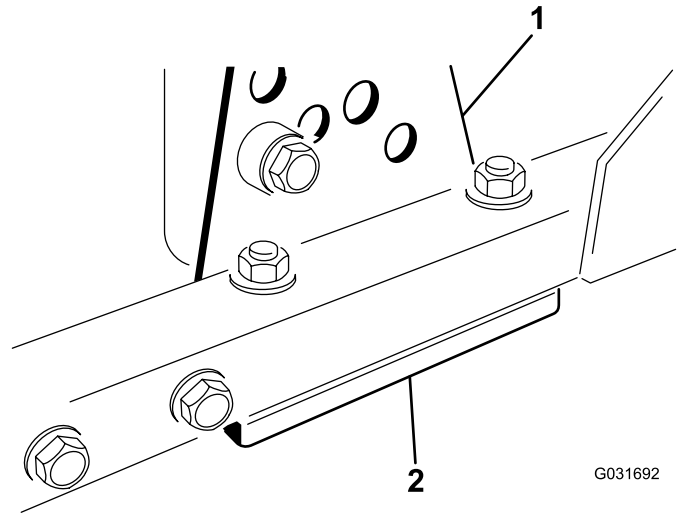

图 15
1. 从刀盘架上拆除剪草高度支架前、左或右 (图 15)。
2. 在刀盘架与剪草高度支架之间增、减 1.5mm 薄垫片和/或 0.7mm 薄垫片以达到所需的高度设置 (图 15)。